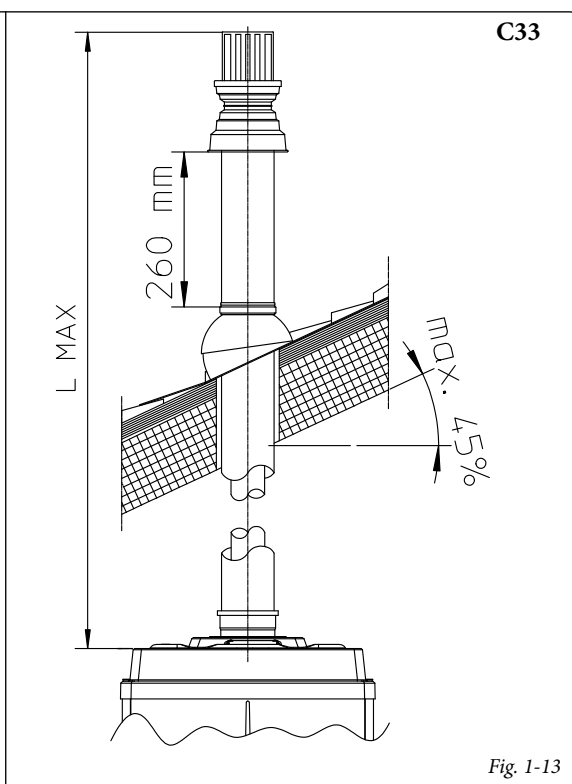

Fig. 1-13
Montaggio kit (Fig. 1-13): Installare l'adattatore Ø 80/125 (1) sul foro centrale della caldaia sino a battuta. Fare scorrere la guarnizione (2) lungo l'adattatore (1) sino all'apposita scanalatura, quindi fissarla al coperchio tramite la piastrina in lamiera (3) precedentemente smontata. Installazione della finta tegola in alluminio: sostituire alle tegole la lastra in alluminio (5), sagomandola in modo da fare defluire l'acqua piovana. Posizionare sulla tegola in alluminio il semiguscio fisso (6) e inserire il terminale di aspirazione-scarico (7). Innestare il terminale concentrico Ø 80/125 con lato maschio (liscio), nel lato femmina dell'adattatore (1) (con guarnizioni a labbro) sino a portarlo in battuta, accertandosi di avere già inserito il rosone (4), in questo modo si otterrà la tenuta e la giunzione degli elementi che compongono il kit.
- Lunghezza massima (L MAX) (Fig. 1-13). Il kit con questa configurazione può essere prolungato fino a una misura max. di 15,0 m per la Victrix PRO 80, di 11,0 m per la Victrix PRO 100 e di 6,0 m per la Victrix PRO 120, compreso il terminale.